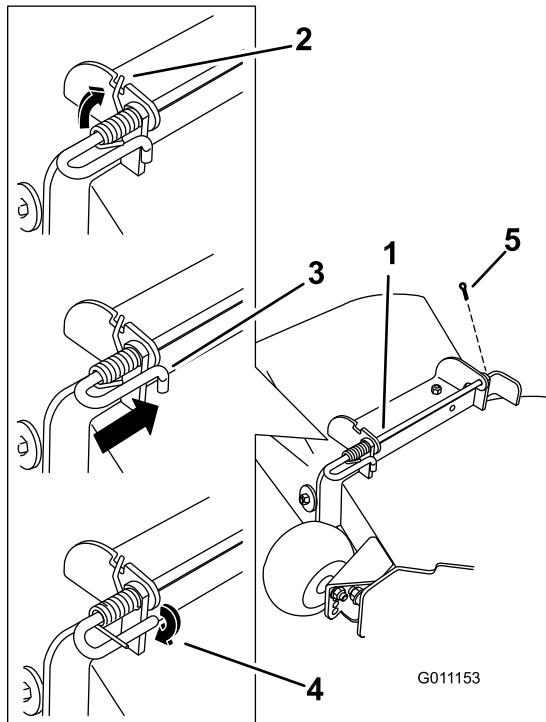

Figure 74
5. Soulevez le côté long du ressort et placez-le dans le cran du support de l'ensemble déflecteur (Figure 74).